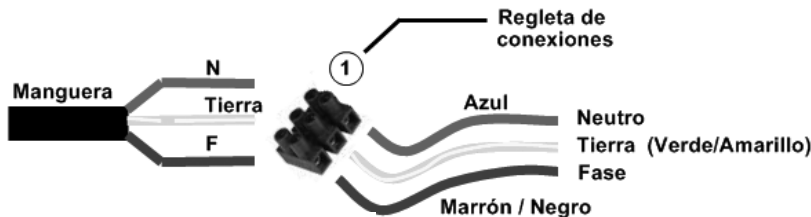

Figura 1
Dentro de la caja interna de conexiones, se encuentra una regleta de 3 conexiones (1) que conecta la manguera con el cableado interno de la luminaria según la Figura 1:
2.- Asegúrese que no hay tensión en el punto de conexión de la instalación. Conecte a manguera de la luminaria en la caja registro al cableado de la instalación según identificación de colores de la Figura 1.
Dentro de la caja posterior de conexiones, se encuentra una regleta de 3 conexiones (1) que conecta la manguera con el cableado interno de la luminaria según la Figura 1.